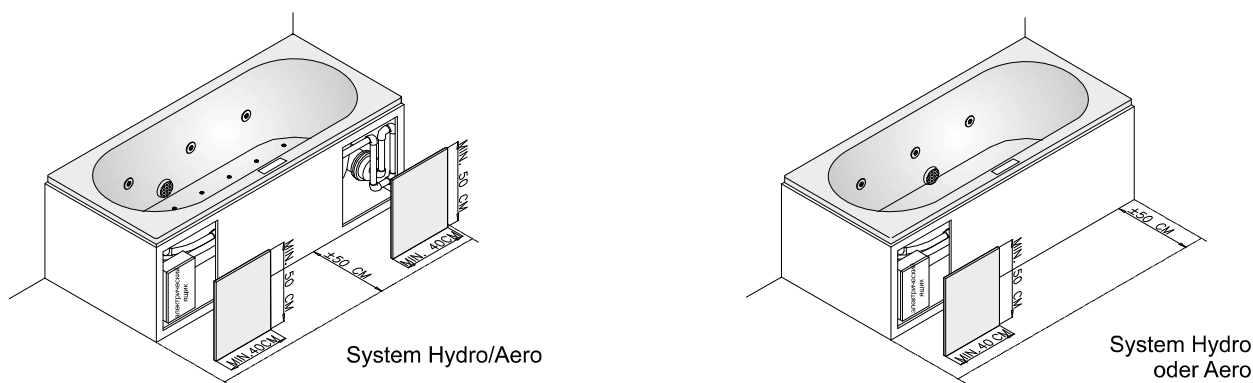

Fig. 5. Inspektionsluken
- Inspektionsluken (min. 40 x 50 cm) für Wartungsarbeiten (zumindest an den Motoren). Vor den Öffnungen muss mindestens 50 cm freier Raum sein, um die Technik erreichen zu können (siehe Abb. 5). Des Weiteren empfiehlt RIHO die Installation einer Serviceluke in der Nähe der Überlauföffnung.
Für Wartungsarbeiten müssen die Wannenschürze oder die Fliesen mit einer spritzwasserdichten Luke (min. 40 x 50 cm) ausgestattet sein. Solch eine Luke muss für jeden Motor und die Heizung vorgesehen werden. Vor der Luke muss mindestens 50 cm Platz sein, um den freien Zugang zu der Elektronik zu gewährleisten (siehe Fig. 5). Weitere Informationen zu der exakten Position der Luken finden Sie im RIHO Technikatalog. Der RIHO-Wartungsdienst kann die Motoren nicht warten, wenn keine oder zu kleine Luken vorhanden sind. Um einen optimalen Zugang zu den Motoren zu ermöglichen, empfiehlt RIHO, die entsprechenden Schürzen zu verwenden (falls für die Badewanne vorhanden). Für die Wartung von Sparkle Mood Badewannen muss die gesamte Badewanne von der Wand abgezogen werden. Diese Notwendigkeit ist bei der Installation entsprechend zu beachten.